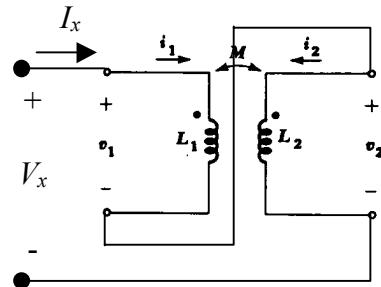

Figura 7
Para a situação indicada na Figura 7 observa-se que:
Utilize o esquema indicado na Figura 7 para aplicar uma tensão qualquer ($3-7 \text{ V}_{\text{rms}}$) senoidal em 60Hz para V_x . Meça a corrente I_x e com a equação (10) calcule o módulo de Z_x . Insira os dados na Tabela 4.